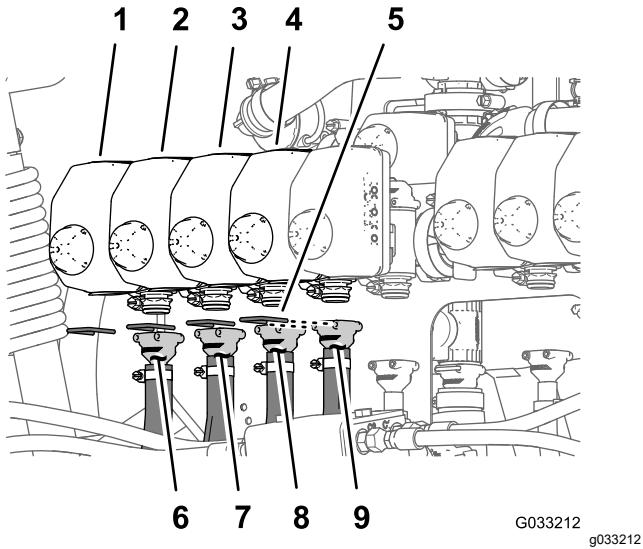
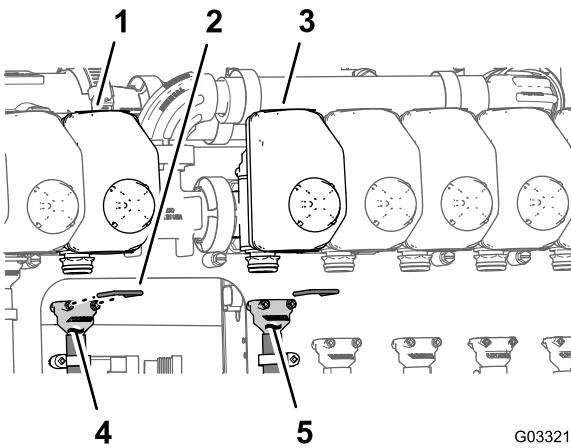
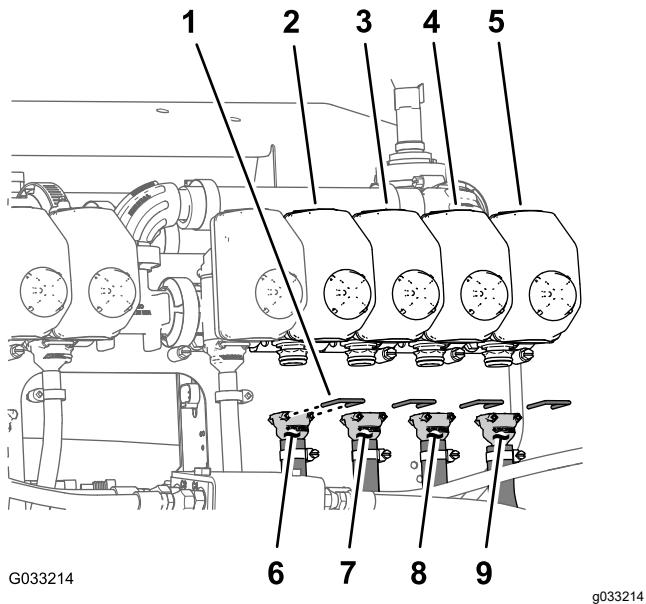

Рисунок 72
Рисунок 73
Рисунок 74
Примечание: Расположения клапанов сопел см. на Рисунок 72 в разделе Подсоединение шлангов к клапанам сопел с 1 по 4 \(страница 40\), на Рисунок 73 в разделе Подсоединение шлангов к клапанам сопел 5 и 6 \(страница 40\) и на Рисунок 74 в разделе Подсоединение шлангов к клапанам сопел с 7 по 10 \(страница 41\).
- Установите прямой штуцер типа «елочка» шланга подачи длиной 279 см на соединительную муфту клапана сопла 1 (Рисунок 72).
- Прикрепите штуцер типа «елочка» к соединительной муфте с помощью держателя (Рисунок 72).
- Установите прямой штуцер типа «елочка» шланга подачи длиной 234 см на соединительную муфту клапана сопла 2 (Рисунок 72).
- Установите прямой штуцер типа «елочка» шланга подачи длиной 188 см на соединительную муфту клапана сопла 3 (Рисунок 72).
- Установите прямой штуцер типа «елочка» шланга подачи длиной 188 см на соединительную муфту клапана сопла 4 (Рисунок 72).
- Установите прямой штуцер типа «елочка» шланга подачи длиной 81 см на соединительную муфту клапана сопла 5 (Рисунок 73).
- Прикрепите штуцер типа «елочка» к соединительной муфте с помощью держателя (Рисунок 73).
- Установите прямой штуцер типа «елочка» шланга подачи длиной 81 см на соединительную муфту клапана сопла 6 (Рисунок 73).
- Установите прямой штуцер типа «елочка» шланга подачи длиной 188 см на соединительную муфту клапана сопла 7 (Рисунок 74).
- Прикрепите штуцер типа «елочка» к соединительной муфте с помощью держателя (Рисунок 74).
- Установите прямой штуцер типа «елочка» шланга подачи длиной 188 см на соединительную муфту клапана сопла 8 (Рисунок 74).
- Установите прямой штуцер типа «елочка» шланга подачи длиной 234 см на соединительную муфту клапана сопла 9 (Рисунок 74).
- Установите прямой штуцер типа «елочка» шланга подачи длиной 279 см на соединительную муфту клапана сопла 10 (Рисунок 74).